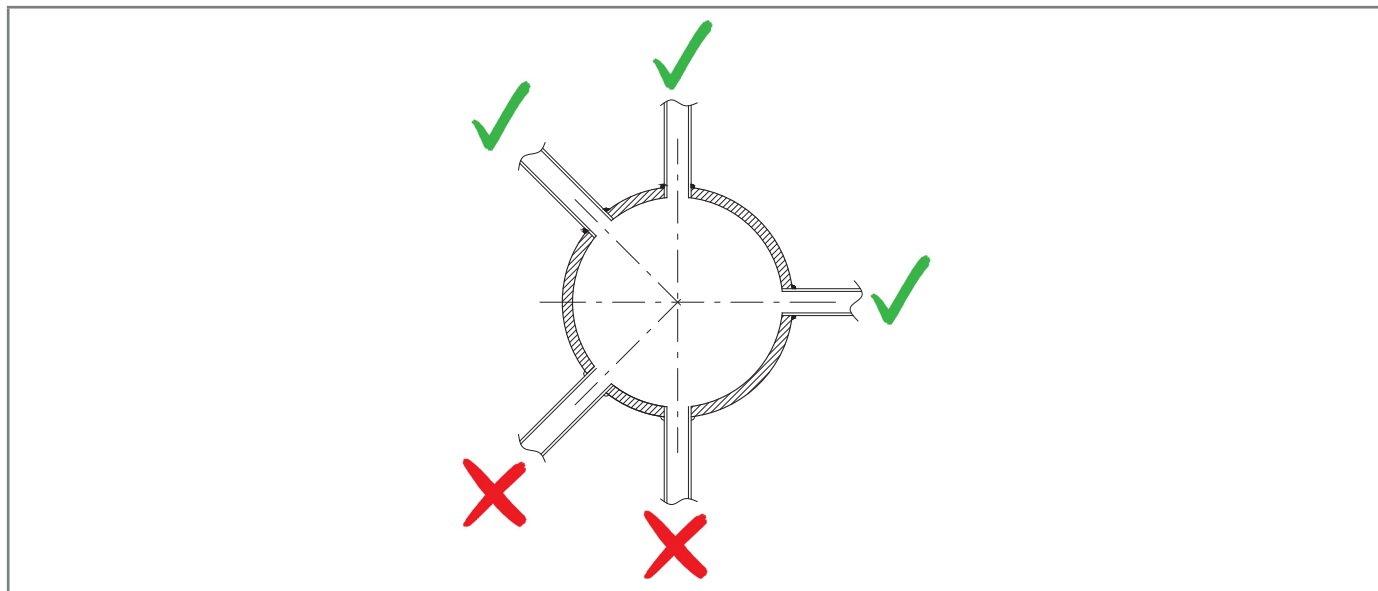

Fig. 6.15. Attacchi saldati della tubazione
- gli attacchi della connessione pneumatica siano sempre saldati sulla parte superiore o sull'asse orizzontale della tubazione stessa (fare riferimento alla Fig. 6.15);